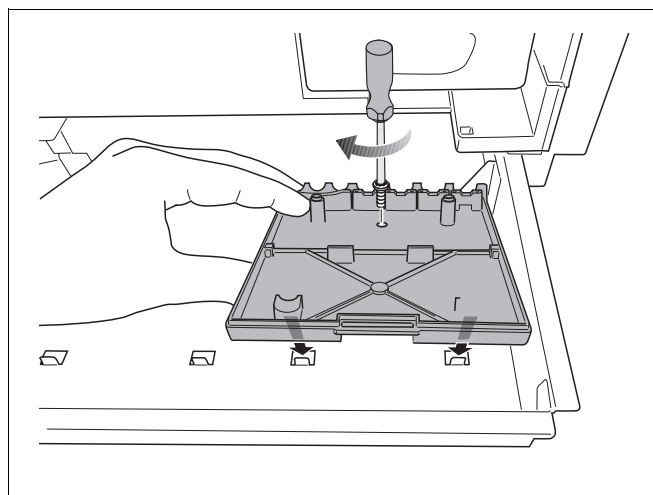

Fig. 41 Monteren montageplaat
- Monteer de montageplaat op de gewenste positie in de schuiflade (→ fig. 41).